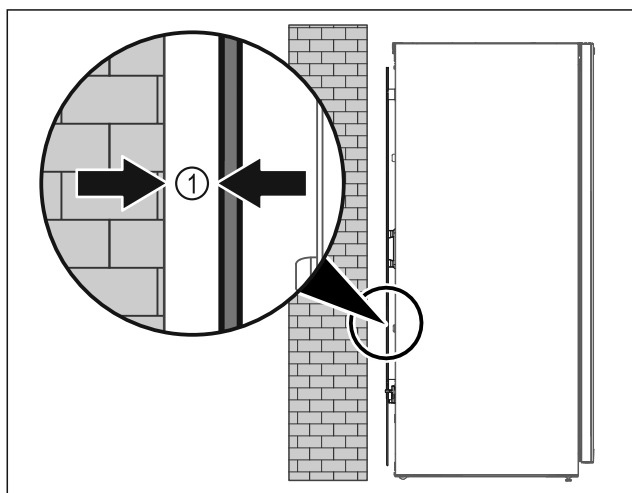

Fig. 52
- ▶ Ustavte spotřebič buď volně v místnosti nebo přímo u stěny v minimální vzdálenosti 5 mm Fig. 52 (1).